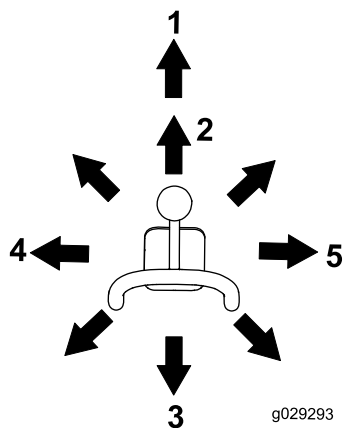

Figure 11
- Pour incliner l'accessoire en avant, déplacez lentement le levier vers la droite (Figure 11).
- Pour incliner l'accessoire en arrière, déplacez lentement le levier vers la gauche (Figure 11).
- Pour abaisser les bras de chargeuse, poussez lentement le levier en avant (Figure 11).
- Pour élever les bras de chargeuse, tirez lentement le levier en arrière (Figure 11).
- Pour abaisser les bras de chargeuse à une position de verrouillage (flottement), poussez le levier complètement en avant (Figure 11).